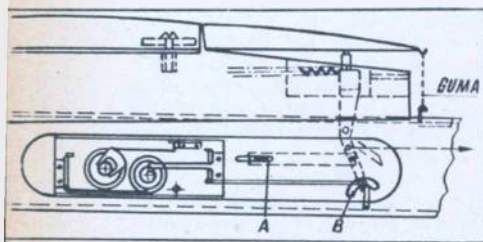

Fig.1
În desenul alăturat este prezentată această valoroasă construcție. În ea proiectantul a introdus mai multe noutăți: în primul rînd aripa (profilul ei) este constituită din două părți, mobile. În urcare ea are poziția intradosului plană iar după oprirea motorului se brachează în formă curbată, ideală pentru planare. Formula amintește de profilul lansat cu ani în urmă de sportivul G. Benedek din R.P. Ungară. Articulațiile sînt realizate din țesătură de plastic. Modelul este comandat prin interiorul baldachinului (B) de un autocnips cu patru comenzi, de tip Seeling (fig. 1). O comandă (fig. 2) o primește profundorul (A), care trece pe zero grade în urcare și revine la spiralare; o altă comandă o primește motorul iar ultima declanșează mecanismul de demaraj, după 180 sec.